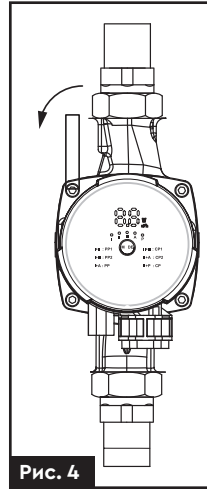

Рис. 4
2. Викрутіть гвинти кріплення головної частини насоса. Підтримуйте головну частину рукою, не допускаючи випадання (рис. 4).